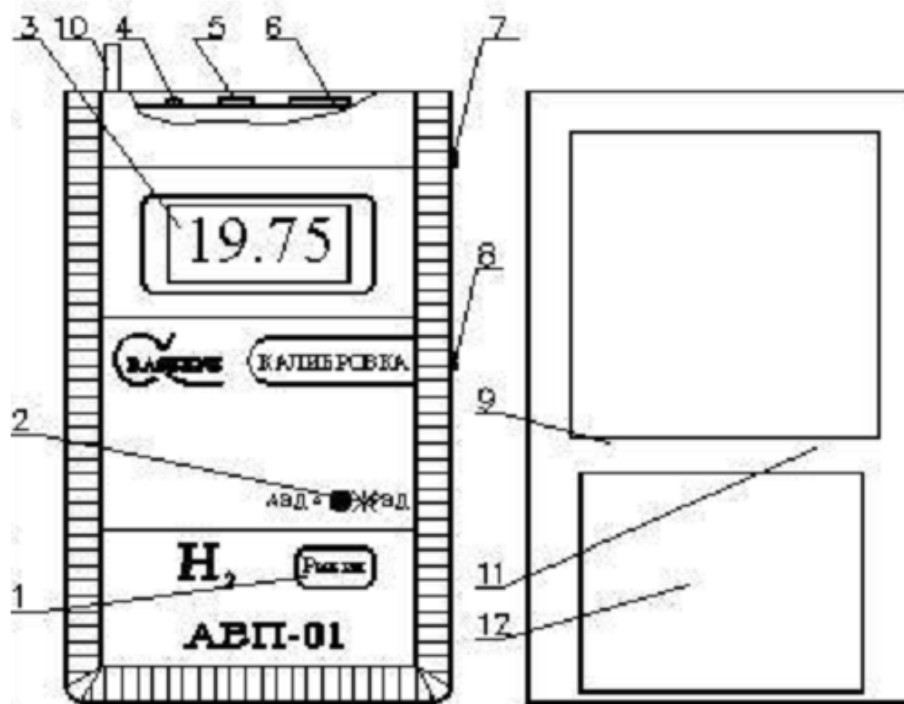
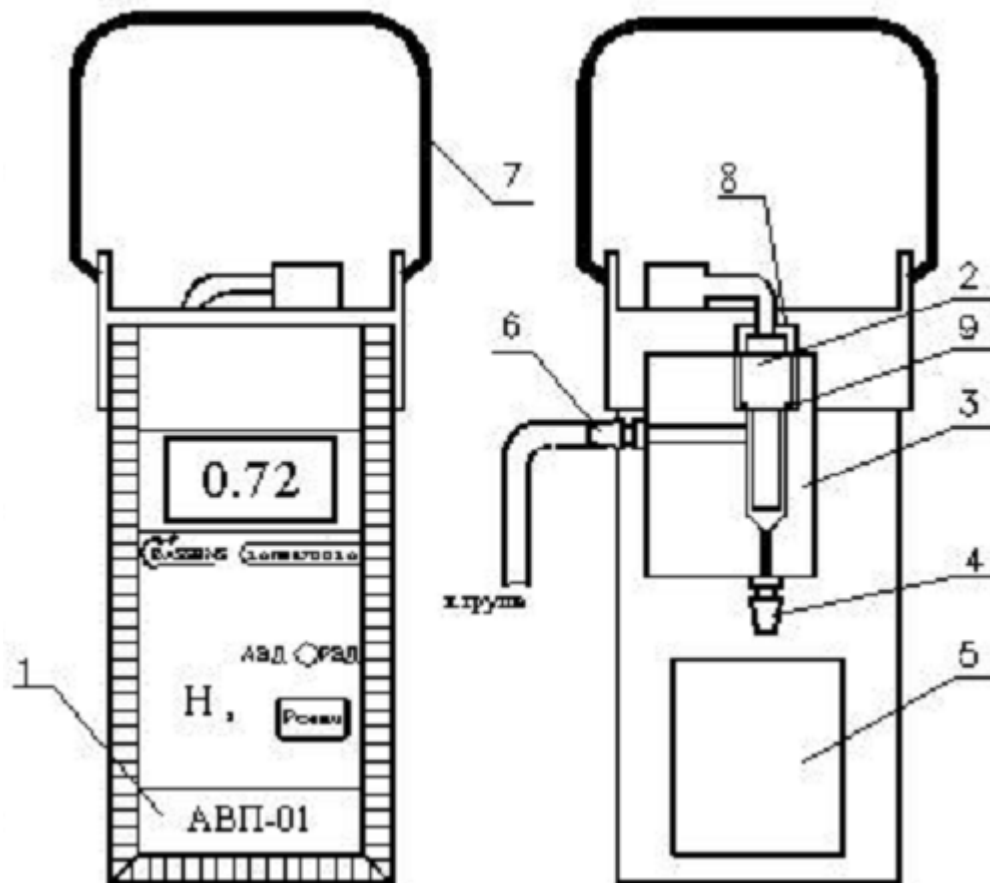
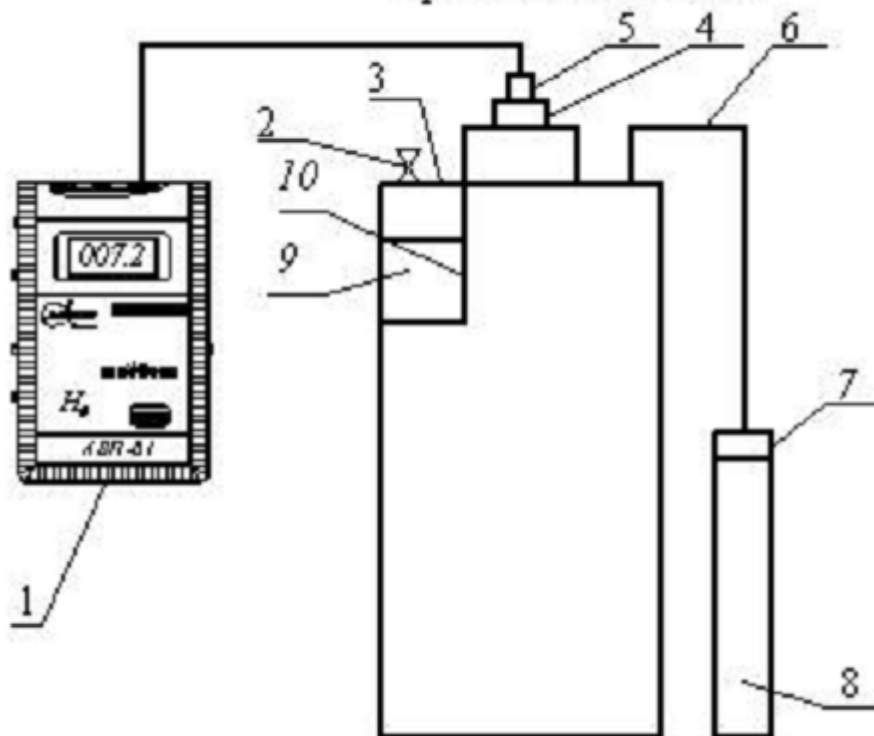

Рис. 2.
Рис. 4.
Рис. 5.
Калибровку анализатора по ПГС проводят следующим образом. Собирают установку для приготовления ПГС в соответствии с рис. 5. Сосуд 3 устанавливают в непосредственной близости от анализатора. Амперометрический сенсор 5 устанавливают в сосуд 3, герметично фиксируя его с помощью гайки 4 и резинового кольца. Гидрозатвор закрывают с помощью пробки 2, предварительно заполнив водой. Реактор 7 заполняют 50% аккумуляторной кислотой. Измельченную и взвешенную навеску металлического цинка бросают в реактор 7 и быстро соединяют его со входной трубкой 6 емкости 3. После завершения реакции (прекращение процесса образования пузырьков H_2 в реакторе 7) пробку 2 открывают и стравливают избыток давления в сосуде 3 через гидрозатвор 10. С помощью клавиши 1 ("РЕЖИМ") переведите анализатор в основной режим "АВД" (индикатор 2 погашен см. рис. 2), а на цифровом табло отображаются показания в единицах "об. %" с двумя знаками после запятой. Через 5 минут после выравнивания давления с помощью ручки потенциометра 12 устанавливают показания анализатора на расчетное значение процентного содержания водорода в ПГС, вычисленное по формуле 3. После проведения калибровки анализатора по ПГС амперометрический сенсор устанавливают в измерительную камеру, фиксируя его с помощью гайки 8 и герметизирующего кольца (см. рис. 4). Анализатор готов к работе.
10.1. Включите анализатор с помощью переключателя 10 "ВКЛ" (см рис. 2). После 10-15 минут анализатор готов к работе.
10.3. После достижения устойчивых показаний произведите их отсчет. При необходимости измерения температуры анализируемой пробы с помощью клавиши 1 "РЕЖИМ" (рис. 2) переведите анализатор в режим измерения температуры и считайте показания с цифрового табло. Затем с помощью клавиши 1 "РЕЖИМ" переведите анализатор в основной режим (индикатор 2 погашены).
испытаний используют установку для приготовления ПГС, входящую в комплект поставки анализатора. Схема установки представлена на рис. 5. Амперометрический сенсор 5 устанавливают в емкость 3 и фиксируют с помощью гайки 4. На аналитических весах с ценой деления не более 1 мг взвешивают три навески металлического цинка массой от 100 до 150 мг каждая. Емкость 3 тщательно продувают атмосферным воздухом и устанавливают пробку 2 на гидрозатворе. Реактор 7 заполняют до метки 50 % аккумуляторной кислотой. Одну из навесок металлического цинка бросают в реактор 7 и быстро соединяют его со входной трубкой 6 емкости 3. После завершения реакции (прекращение процесса образования пузырьков H_2) пробку 2 выкручивают и стравливают избыток давления в сосуде 3 через гидрозатвор 10. Через 5 минут производят отсчет показаний в единицах измерения об.% (см. п. 8). Затем отсоединяют реактор 7 и достают амперометрический сенсор 5 из сосуда 3. После достижения устойчивых показаний производят их отсчет в единицах об. % (см. п. 8). Испытания повторяют дважды для каждой из оставшихся навесок металлического цинка. После каждой ПГС производят измерения концентрации водорода в атмосферном воздухе и тщательно продувают сосуд 3 десятикратным объемом воздуха. Далее по формулам (3) вычисляют процентное содержание водорода (X_j) в приготовленных ПГС. Значения основной абсолютной погрешности измерений вычисляют по формулам
12.1.1. Отвинтить гайку 8 и осторожно достать амперометрический сенсор из измерительной камеры 3 (см. рис. 4).
12.1.7. Установить кольцо 9 на боковую поверхность амперометрического сенсора 2 (см. рис. 4) и подсоединить вилку амперометрического сенсора к розетке 6 (см. рис. 2) анализатора.
12.2.1. Проверить наличие кольца 9 (см. рис. 4) на амперометрическом сенсоре 2.
12.2.2. Протереть марлевым тампоном внутреннюю поверхность измерительной камеры. Медленно вставить амперометрический сенсор в измерительную камеру 3 (см. рис. 4).
12.4.1. Открутить гайку 8, осторожно достать АС из измерительной камеры 3 (см. рис. 4) и выполнить п. 12.1.2.